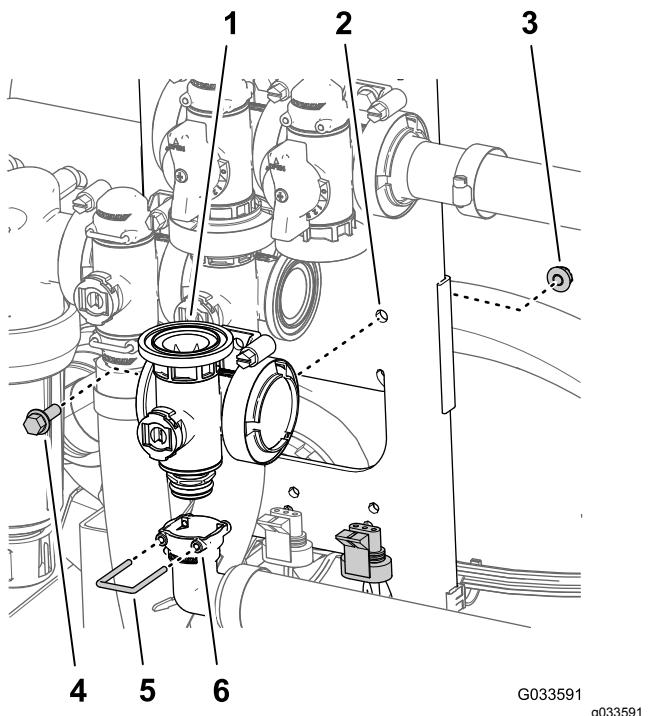

Figura 130
- Allineate la presa del raccordo di uscita a 90° sul raccordo del connettore nella parte inferiore del collettore per la valvola principale delle barre (Figura 130).
- Fissate il raccordo del connettore del raccordo di uscita inserendo un fermo nella presa del raccordo di uscita (Figura 130).